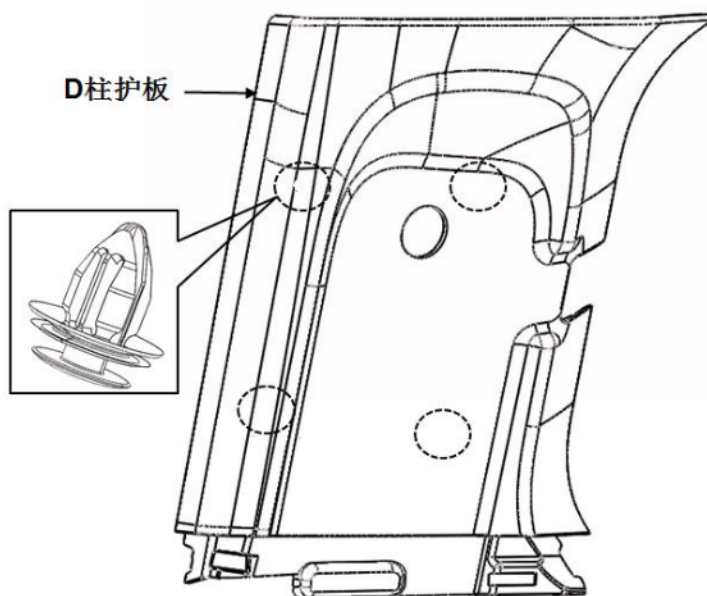

图 1-17-8 D 柱护板的拆卸
- (1) 先拆除安全带安装点和后侧围护板，再使用缠有保护胶带的一字螺丝刀在图1-17-8 D柱护板拆卸所示的卡扣处沿与钣金垂直的方向把塑料卡扣紧固点从钣金分离，即可取下D柱护板。
- (2)、按照与拆卸相反的顺序进行安装：注意如下事项：